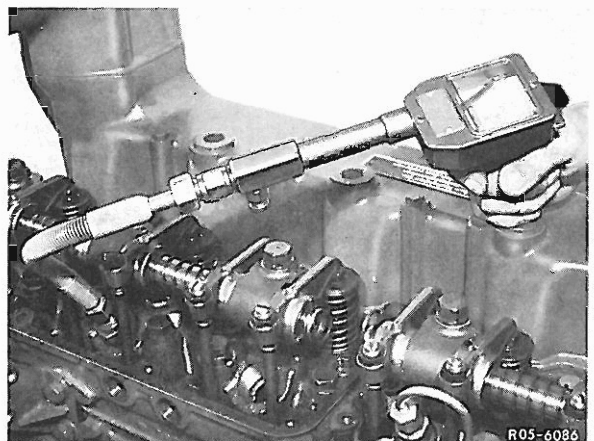

Bild 2
- Verdichtungsdruck bei einer Motordrehzahl von ca. 150–200 U/min (Anlasserdrehzahl) und vollständig abgeschalteter Einspritzpumpe prüfen. Motor so lange durchdrehen, bis Zeiger nicht mehr ansteigt (Bild 2).